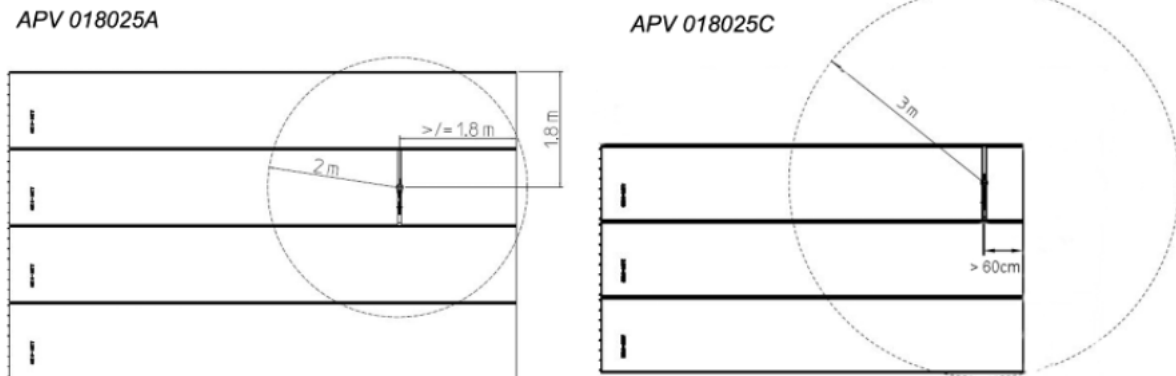

Figura 2
- Traslade el punto de anclaje según la figura 2.